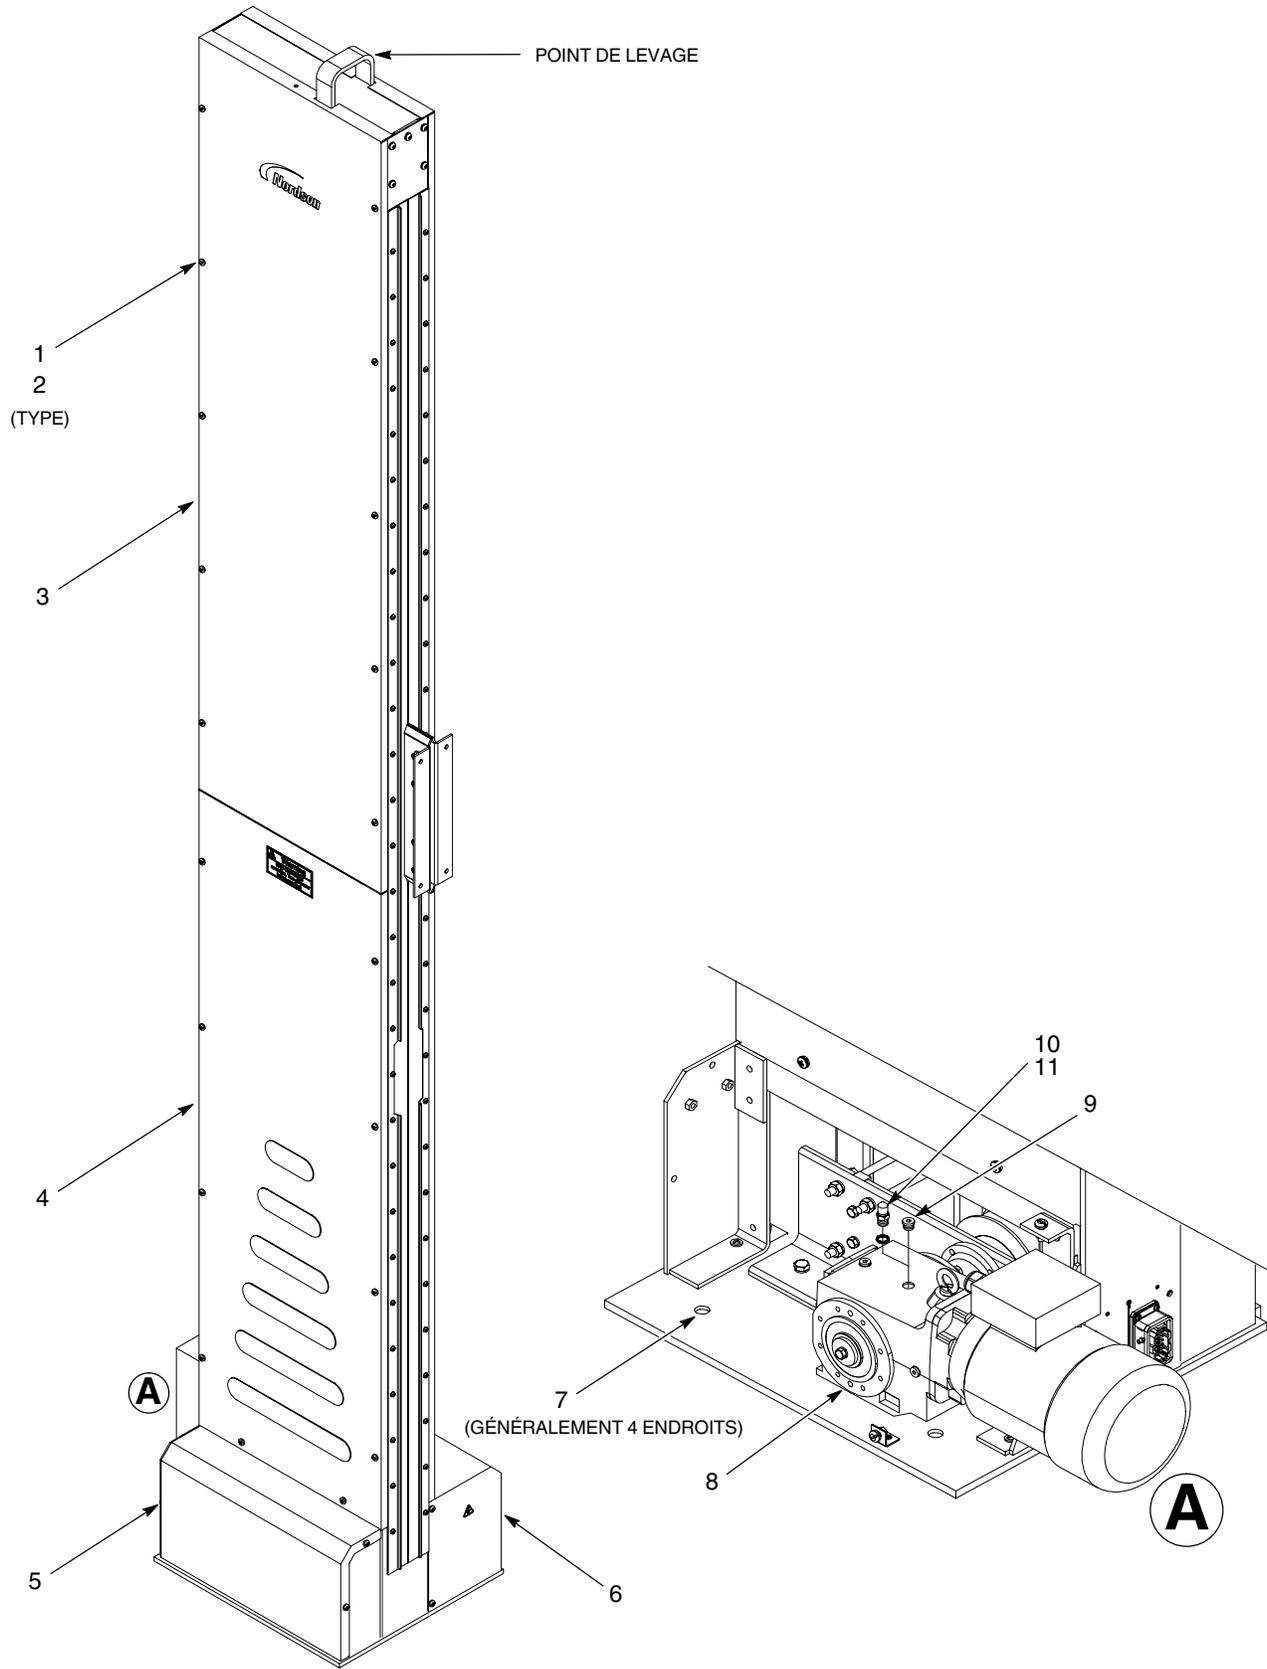

Fig. 4 Installation
1. Voir la figure 4. Retirer les vis (1) et les rondelles (2) qui fixent les panneaux d'accès latéraux (3, 4) du côté codeur du mécanisme de va-et-vient, le capot du codeur (5) et le capot du groupe d'entraînement (6).
3. Si le mécanisme de va-et-vient est monté au sol ou sur une base fixe, utiliser les quatre trous de fixation (7) existants. Au besoin, percer de nouveaux trous dans la base ou le sol. Utiliser des éléments de fixation de taille appropriée pour bien fixer le mécanisme de va-et-vient.
4. Retirer le bouchon (9) du motoréducteur (8) comme illustré dans la figure 4.
5. S'assurer que le joint plat (11) est bien en place sur le bouchon de purge (10). Monter le bouchon de purge dans le groupe d'entraînement et le serrer fermement.